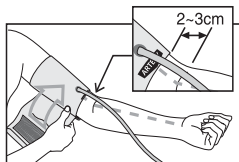

Рис.8
3. Оберните манжету вокруг руки так, чтобы нижняя кромка манжеты находилась на расстоянии 2-3 см от локтевого сгиба. Метка с надписью «ARTERY» должна находиться над артерией руки (рис.8).